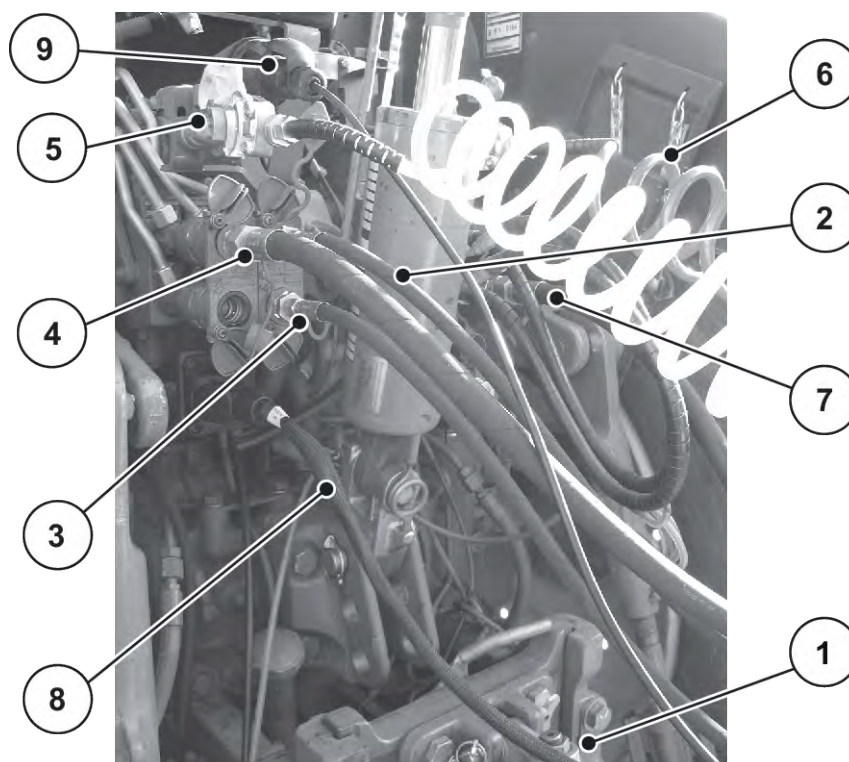

Fig. 26: Ordinea de racordare a conductelor mașinii la tractor
A se vedea Fig. 26
- ▶ Respectați succesiunea de racordare: A se vedea *Fig. 26 Ordinea de racordare a conductelor mașinii la tractor*
- ▷ A se vedea *Fig. 26 Ordinea de racordare a conductelor mașinii la tractor*.